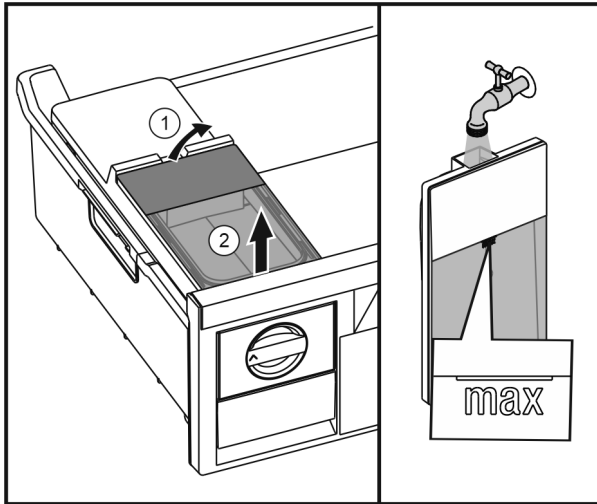

Fig. 30
- ▶ Soulever le réservoir d'eau depuis l'arrière Fig. 30 (1) et l'enlever vers le haut Fig. 30 (2).